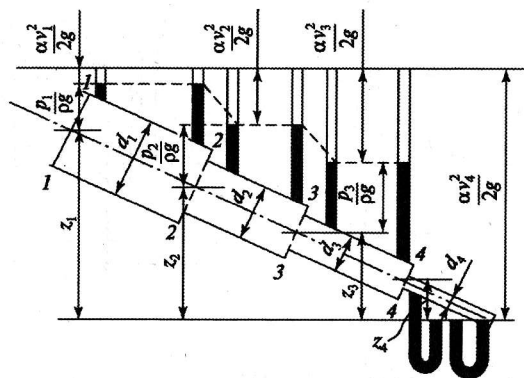

Рис. 5.3
**Задача 5.3.** Наклонный трубопровод состоит из четырех составных частей с диаметрами  $d_1 = 100$  мм;  $d_2 = 75$  мм;  $d_3 = 50$  мм;  $d_4 = 25$  мм (рис. 5.3). Дебит равен 0,01 м3/с, относительная плотность жидкости  $\delta = 0,95$ . Рассчитать давления  $p_1, p_2, p_3$  в соответствующих